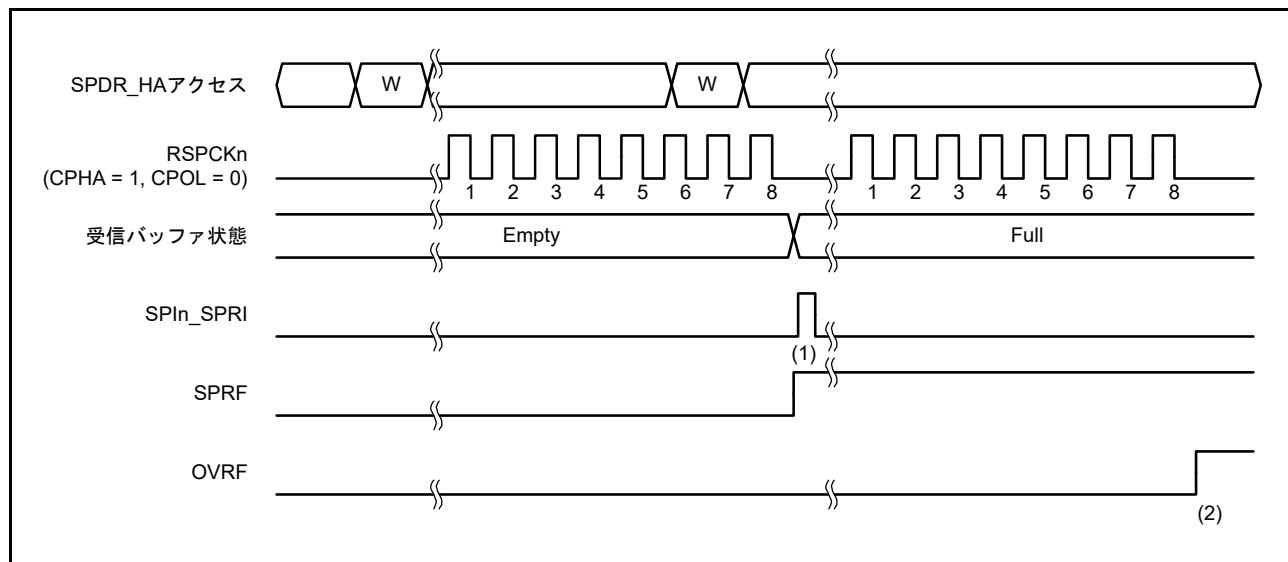
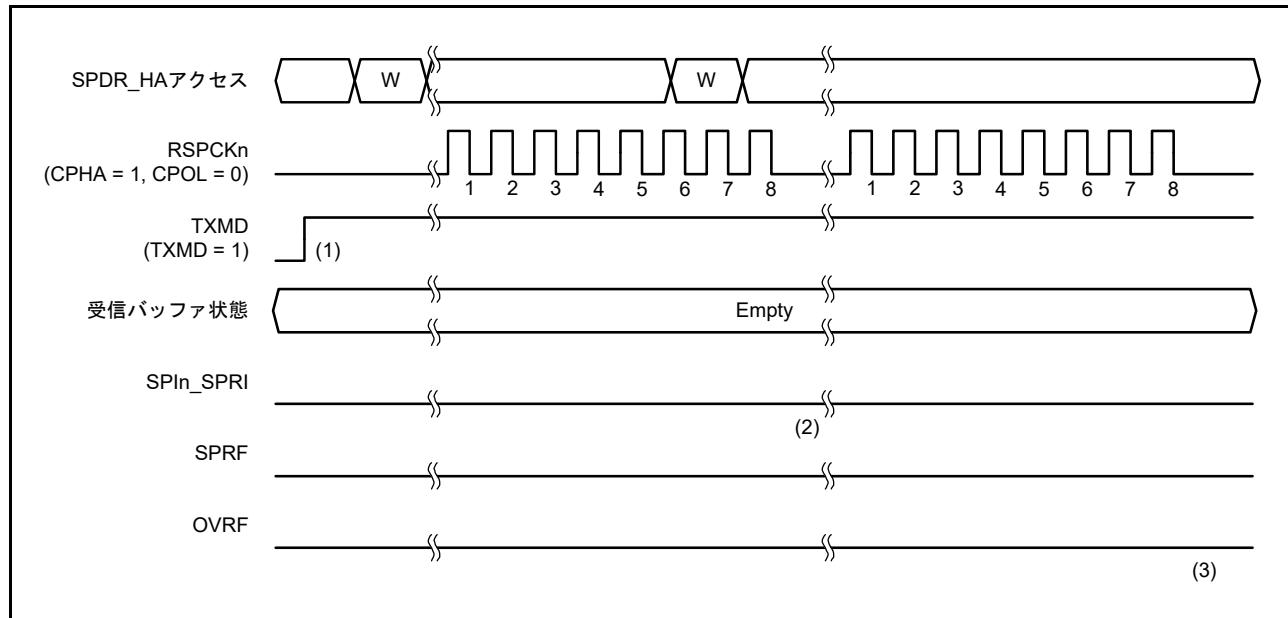

図 32.28 SPCR.TXMD = 0 の動作例
図 32.29 SPCR.TXMD = 1 の動作例
通信動作モード選択ビット (SPCR.TXMD) の設定により、全二重同期式シリアル通信または送信のみの動作が選択できます。図 32.28、図 32.29 に記載のレジスタアクセスは、SPDR/SPDR\_HA レジスタへのアクセス状況を示しています。W は書き込みサイクルを示しています。
図 32.28 に、通信動作モード選択ビット (SPCR.TXMD) を 0 にした場合の動作例を示します。この例では、SPI0 の場合は SPDCR.SPFC[1:0] ビットが 00b、SPCMDm.CPHA ビットが 1、SPCMDm.CPOL ビットが 0 の設定で、SPI1 の場合は SPCMD0.CPHA ビットが 1、SPCMD0.CPOL ビットが 0 の設定で、SPI が 8 ビットのシリアル転送を実行しています。RSPCKn 波形の下に記載した数字は、RSPCK サイクル数 (= 転送ビット数) を示しています。
以下に、図 32.28 の (1)、(2) に示したタイミングでのフラグ動作を説明します。
- (1) SPDR\_HA レジスタの受信バッファが空の状態でシリアル転送が終了すると、SPI は受信バッファフル割り込み要求 (SPIIn\_SPRI) を発生させ、SPSR.SPRF フラグを 1 にして、シフトレジスタの受信データを受信バッファにコピーします。
- (2) SPDR\_HA レジスタの受信バッファに以前のシリアル転送の受信データがある状態でシリアル転送が終了すると、SPI は SPSR.OVRF フラグを 1 にしてシフトレジスタの受信データを破棄します。
図 32.29 に、通信動作モード選択ビット (SPCR.TXMD) を 1 にした場合の動作例を示します。この例では、SPI0 の場合は SPDCR.SPFC[1:0] ビットが 00b、SPCMDm.CPHA ビットが 1、SPCMDm.CPOL ビットが 0 の設定で、SPI1 の場合は SPCMD0.CPHA ビットが 1、SPCMD0.CPOL ビットが 0 の設定で、SPI が 8 ビットのシリアル転送を実行しています。RSPCKn 波形の下に記載した数字は RSPCK サイクル数 (= 転送ビット数) を示しています。
以下に、図 32.29 の (1) ~ (3) に示したタイミングでのフラグの動作内容を説明します。
- (1) 送信のみ動作 (SPCR.TXMD = 1) への遷移は、受信バッファにデータが残っていないこと (SPSR.SPRF = 0)、SPSR.OVRF フラグが 0 であることを確認してから、行ってください。
- (2) SPDR\_HA レジスタの受信バッファが空の状態でシリアル転送が終了すると、送信のみモード (SPCR.TXMD = 1) を選択している場合、SPSR.SPRF フラグは 0 を保持し、SPI はシフトレジスタのデータを受信バッファへコピーしません。
- (3) SPDR\_HA レジスタの受信バッファに以前のシリアル転送の受信データは存在しないため、シリアル転送が終了しても、SPSR.OVRF フラグは 0 を保持し、シフトレジスタのデータを受信バッファへコピーしません。